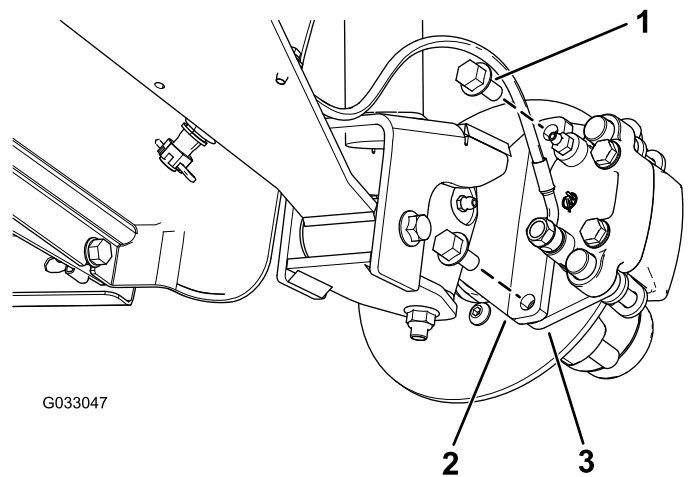

Bild 30
3. Entfernen Sie die Bundkopfschrauben ($\frac{3}{8}$ " x $\frac{3}{4}$ "), mit denen die Halterung für die Bremse an der Spindel befestigt ist, und nehmen die Bremse von der Spindel ab (Bild 30).
2. Fluchten Sie die Bremsbeläge mit jeder Seite des Drehzylinders (Bild 30) und die Löcher in der Bremsbackenhalterung mit den Löchern im Bremsenhalter des Spindelrahmens aus (Bild 34).
3. Befestigen Sie den Bremsbackenhalterung mit den beiden Bundkopfschrauben ($\frac{3}{8}$ " x $\frac{3}{4}$ ") am Spindelrahmen (Bild 30).